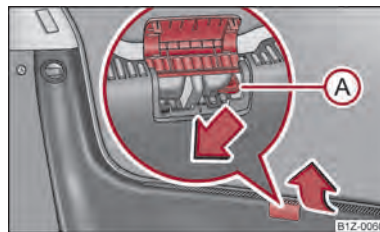

Fig. 17 Descuiera de urgență a capotei portbagajului
- Ridicați capacul de pe încuietoare ⇒ fig. 17.
- Cu ajutorul unui obiect subțire de exemplu a unei șurubelnițe, apăsați maneta (A) până la limită în sensul săgeții; capota portbagajului se descuie.